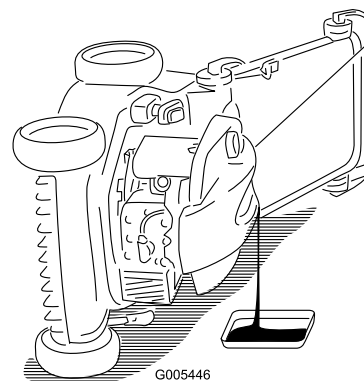

Рисунок 23
5. Извлеките масломерный щуп из трубы заливки масла и поместите масляный поддон около **левой** стороны газонокосилки (Рисунок 23).